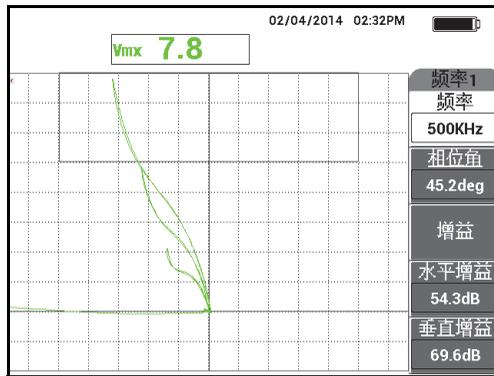

图 5-7 最后的校准核查
9. 按冻结键 (❄️)，解冻仪器，将探头放置在标准试块上，按自动提高 / 平衡键 (⊕)，然后扫描标准试块，完成最后的校准核查 (参见第 121 页的图 5-7)。